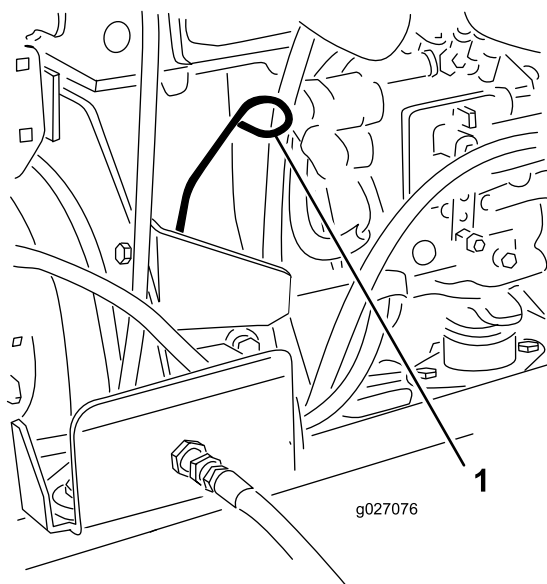

Figura 51
3. Retire a vareta, limpe-a e volte a colocá-la (Figura 51).